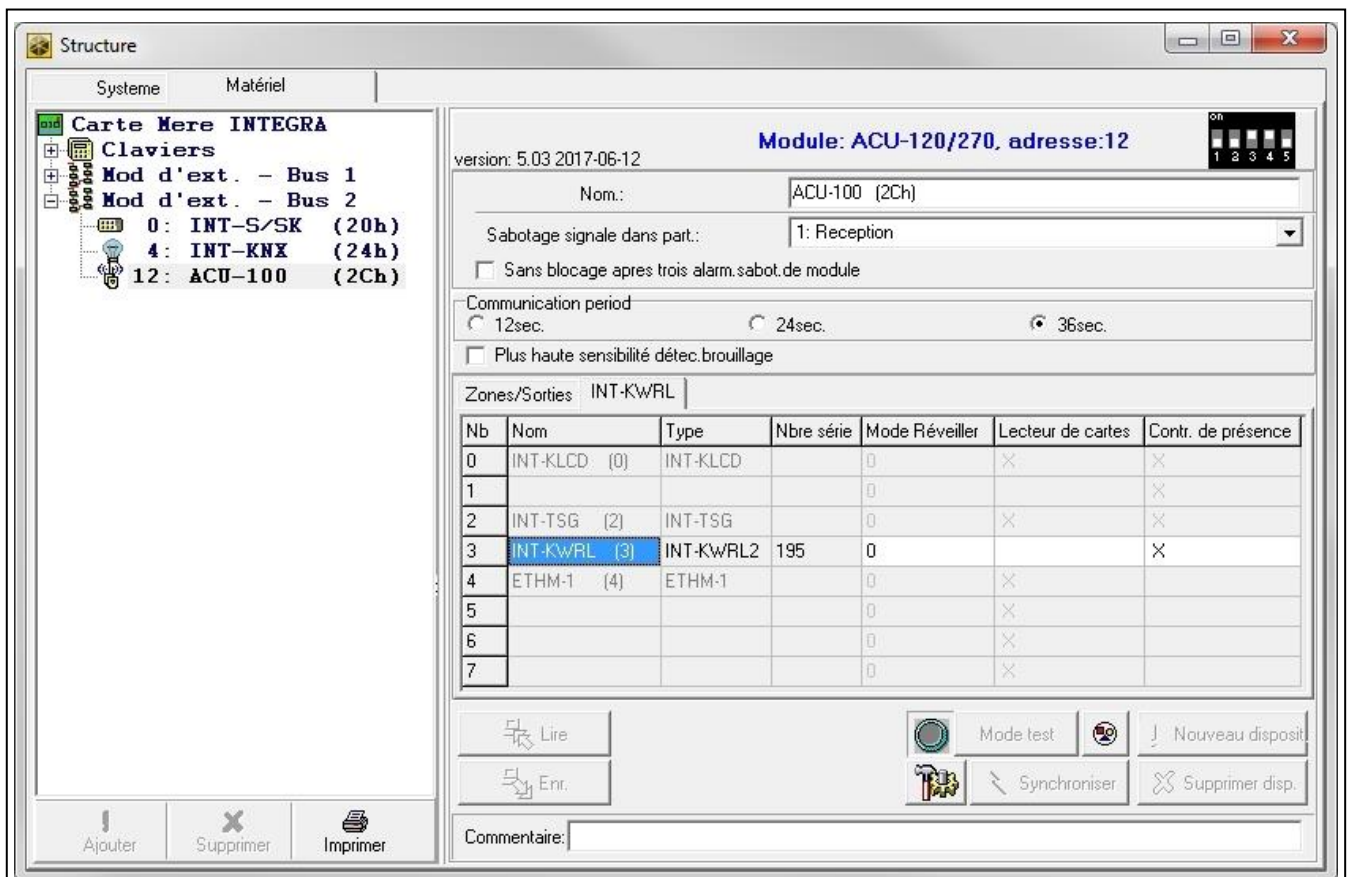

Fig. 6. Programme DLOADX : paramètres du clavier sauvegardés dans le contrôleur ABAX 2 / ABAX.
Vous pouvez ajouter un clavier sans fil dans la fenêtre « Structure », onglet « Matériel » en cliquant sur le nom du contrôleur ABAX 2 / ABAX dans la liste des dispositifs, puis sur l'onglet « INT-KWRL » (voir : fig. 6 p. 9).
Vous pouvez supprimer un clavier sans fil dans la fenêtre « Structure », onglet « Matériel » en cliquant sur le nom du contrôleur ABAX 2 / ABAX, ensuite sur l'onglet « INT-KWRL » (voir : fig. 6 p. 9).
- programme DLOADX : fenêtre « Structure » →onglet « Matériel » →branche « Modules d'extension » →[nom du contrôleur] →onglet « INT-KWRL » (voir : fig. 6).